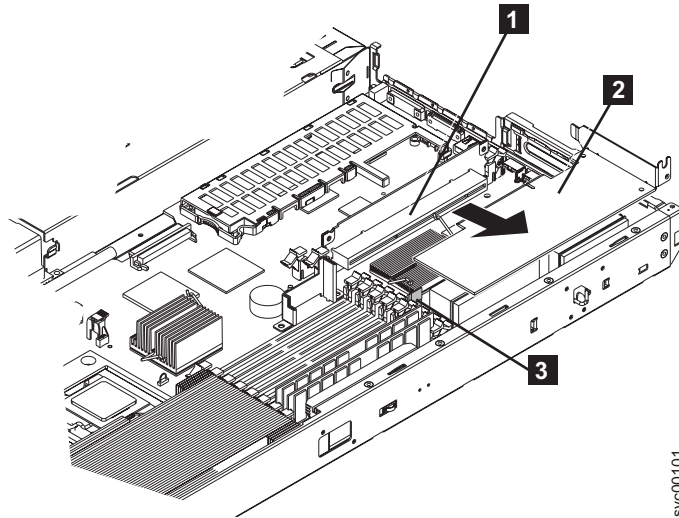

図 141. SAN ボリューム・コントローラー 2145-8F2 ライザー・カードおよびロー・プロファイル・アダプター
- b. カードの青色のアダプター・サポートを押さえ、ライザー・カード・アセンブリーの、エッジ・コネクタから引き出します。図 141 を参照してください。